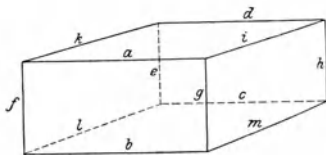

Fig. 1.
d) Bezeichne, wenn es noch nicht geschehen ist, die Kanten des Körpers wie in Fig. 1 mit Buchstaben.